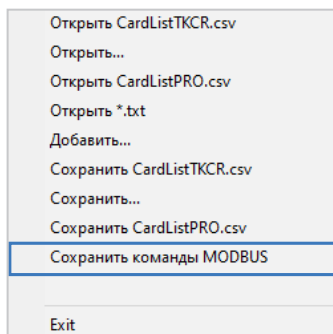

Рис.15. Сохранение команд Modbus.
- Выберите *Главное меню – Меню «Файл» – Сохранить команды Modbus* (**Рис.15**).